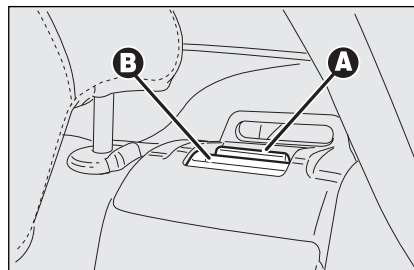

fig. 96
- zet de borghendel **A-fig. 96** van de rugleuning omhoog en klap de rugleuning naar voren. Als de hendel omhoog is geplaatst, is er een "rode band" **B** zichtbaar.
Controleer of de rugleuning aan beide zijden goed is vergrendeld ("rode band" B-fig. 96 niet zichtbaar) om te voorkomen de rugleuning bij bruusk remmen naar voren klapt en de passagiers gewond raken.